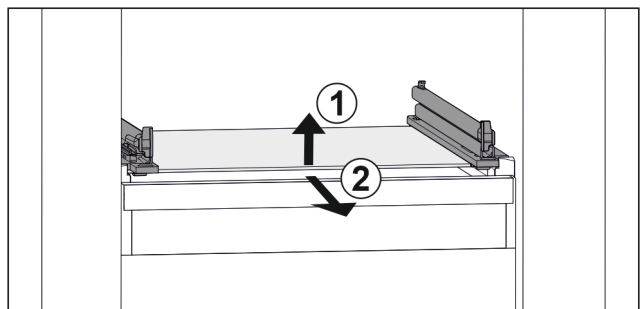

Fig. 140 Примерно изображение на стъклената плоча
- ▶ Повдигнете стъклената плоча отпред Fig. 140 (1)
- ▶ Извадете стъклената плоча напред Fig. 140 (2)